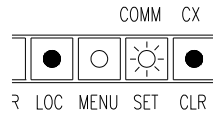

図2：ローカル制御操作中
2. ローカル操作中(下記、図2) やリモート制御を受信中(下記、図3)はCOMM LEDが点滅します。